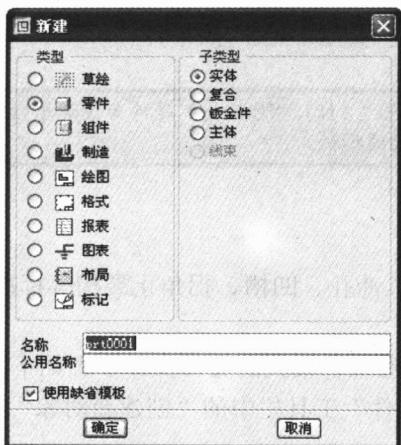

图 1-1 “新建”对话框
(1) 单击“文件”|“新建”命令，或单击“文件”工具栏中的“创建新对象”按钮 ，弹出“新建”对话框，如图 1-1 所示。